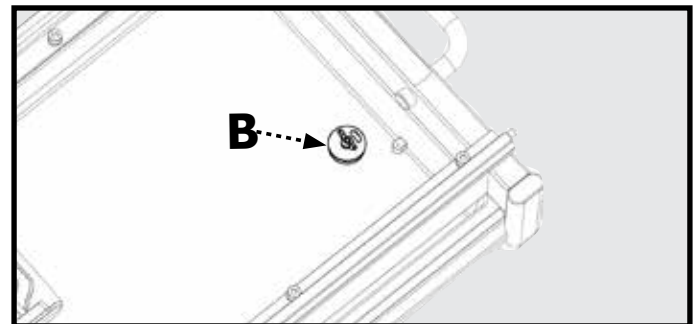

Figure 19
2. Tournez la vis papillon dans le sens horaire pour desserrer le bouchon de vidange (B, fig. 19).